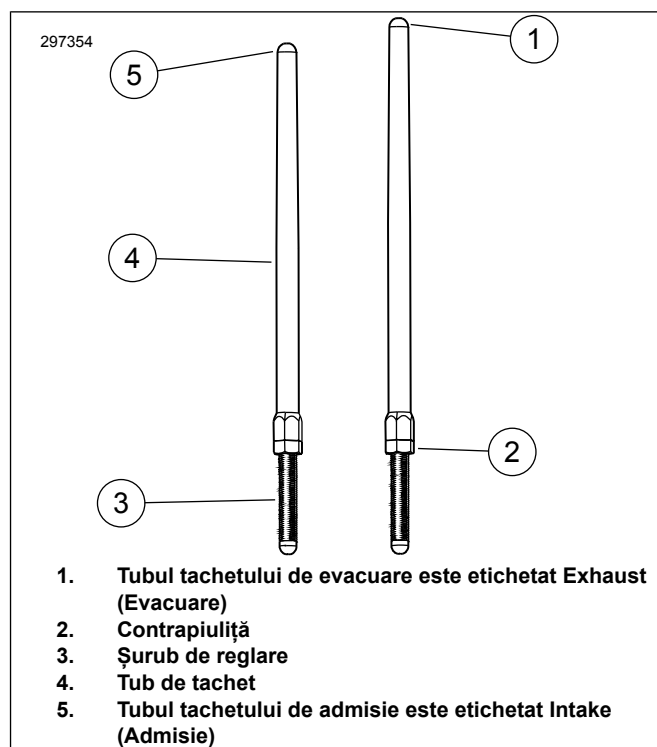

Figura 3. Tacheț reglabil
6. A se vedea figura 3. Slăbiți contrapiulițele de la toți tacheții și reglați-i la lungimea lor cea mai scurtă.